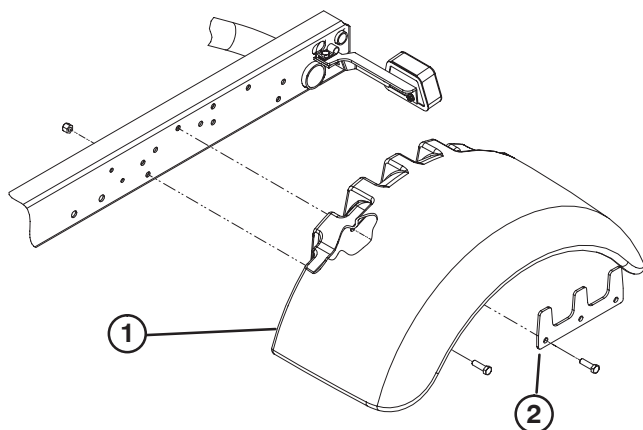

Figure 2
- Montez, sans serrer, une aile de chaque côté du châssis avec une plaque de support, (5) vis de 3/8 x 1,25" et un contre-écrou, comme illustré à la Figure 2.